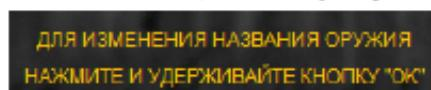

Рисунок 11 – Подсказки
- Подсказки – сверху по центру дисплея, при выполнении некоторых настроек, для удобства пользователю показываются текстовые подсказки (см. рис. 11).